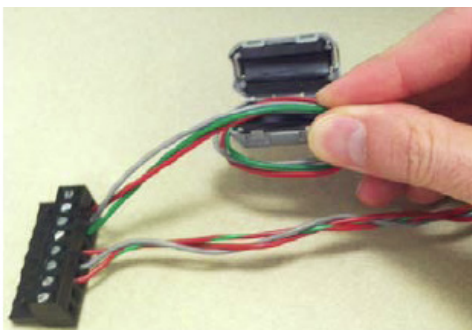
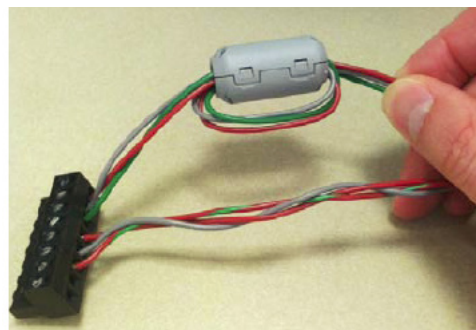

Fig. 3. Instalación de filtros con abrazaderas en conexiones de 24 V CA de potencia y de Modbus
Fig. 4. Colocación del filtro con abrazaderas
- b. Consulte la Fig. 3 y la Fig. 4 para obtener información sobre el cableado con filtros con abrazaderas.